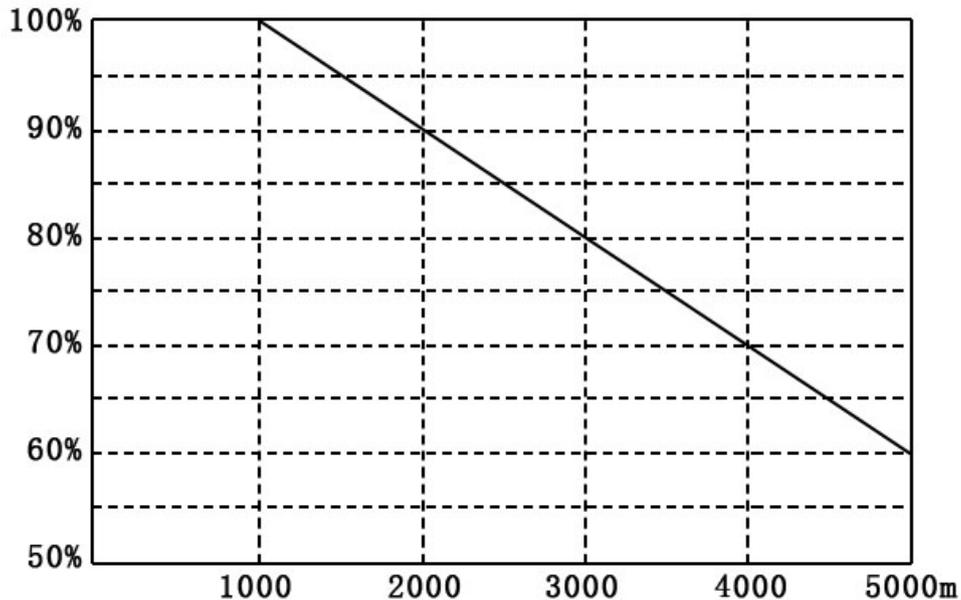

图 3-1 额定输出电流与海拔高度关系图
- (1) 不要在多尘埃、金属粉末、腐蚀性、爆炸性气体的场所使用；
- (2) 使用温度：-10~45℃；
- (3) 湿度：20%~90%RH，无水珠结露；
- (4) 海拔高度：在海拔高度超过 1000 米的地区，由于空气稀薄造成调速器散热效果变差，按 GB/T3859.2-93 标准要求有必要降额使用，额定电流与海拔高度的关系如图 3-1 所示。